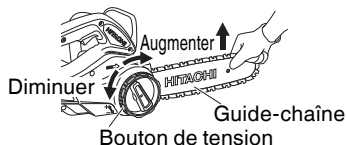

Fig. 10
5. Ajustement de la tension de la chaîne (Fig. 10)